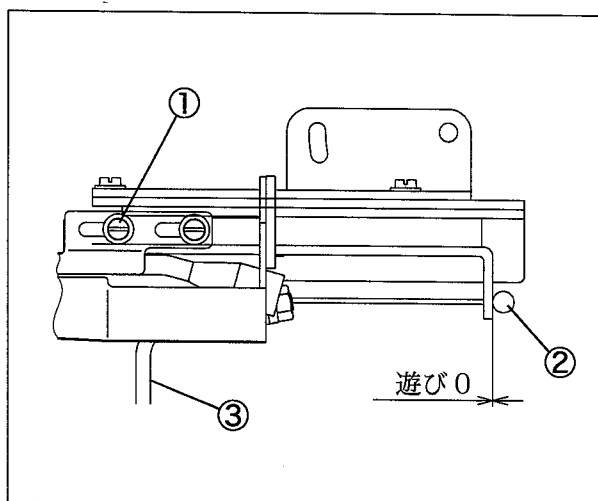

図9
- 吸込管①が最右端のとき、ワイヤ②に遊びをつくらない。(図9 参照)
- ワイヤー②、ワイヤー保護パイプ③の通し方で小さな円弧を作らない。